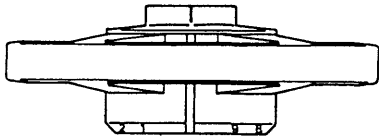

Fig.1/Bild 1
1. Close the valve fully (Fig 1)
1. Das Ventil ganz schließen (siehe Bild1)
1. Fermer complètement la vanne (fig.1).